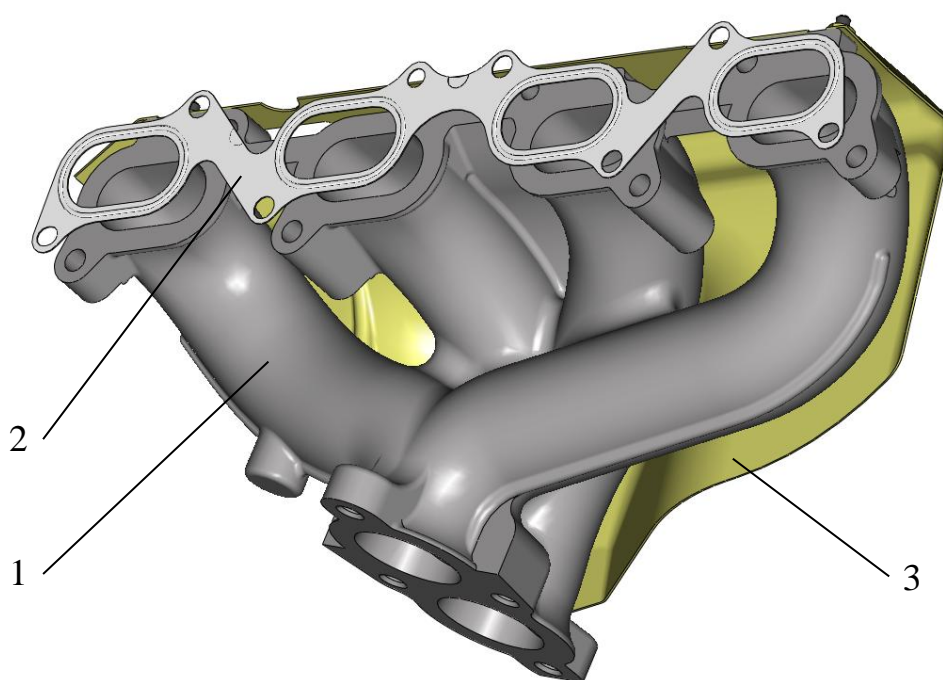

Рис.47. Выпускной коллектор
**Выпускной коллектор** (рис.47) отлит из высокопрочного чугуна. Для улучшения очистки цилиндров двигателя от отработавших газов патрубки от 1 и 4, 2 и 3 цилиндров соединены между собой. Это уменьшает влияние работы одного цилиндра на другой и позволяет реализовать эффект настроенного выпуска отработавших газов.